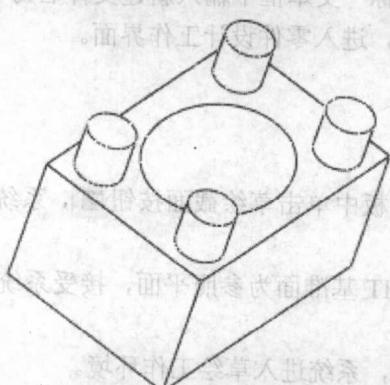

图 1-9
(8) 单击按钮，结束预览。单击反向去除材料按钮，然后单击预览按钮，结果如图1-9所示。